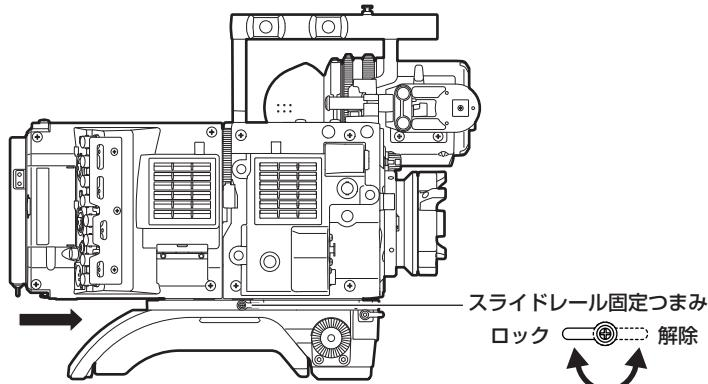

図3
- 4 カメラ本体をショルダーマウントモジュールの溝に沿って後方からカチッと音がするまで前方にスライドさせる。(図3)